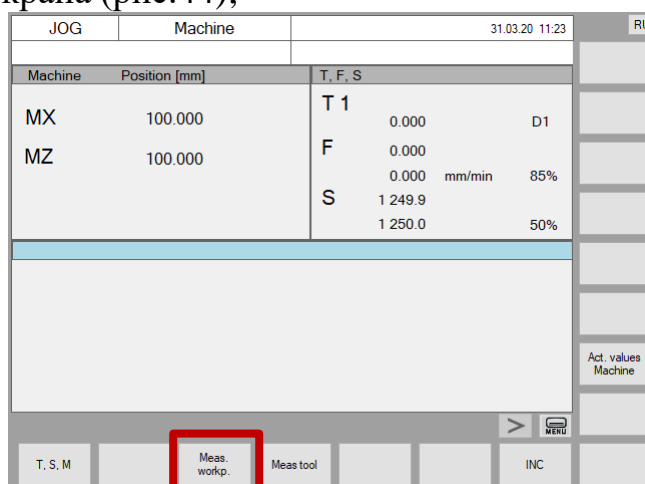

Рис.44. Кнопка экрана «Meas. workp.»
4. На пульте управления нажать кнопку «Meas. workp.» в горизонтальном ряду кнопок экрана (рис.44);